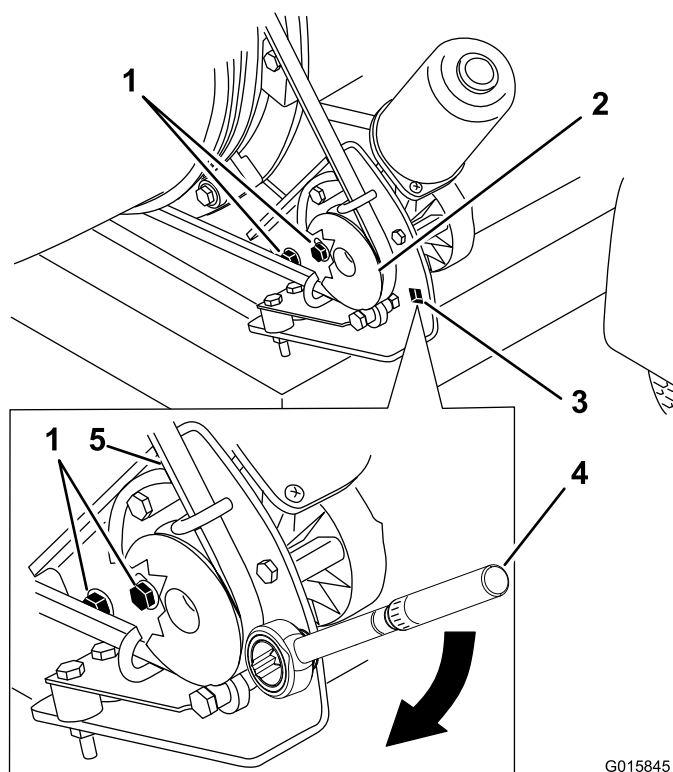

Figura 29
1. Allentate i bulloni che fissano la staffa di supporto della puleggia al telaio del soffiatore (Figura 29).
2. Posizionate una chiave torsionometrica nella staffa di supporto della puleggia (Figura 29).
3. Girare la staffa di supporto della puleggia allontanandola dall'ugello finché la chiave torsionometrica non registra un valore tra 22,6 e 26,0 Nm (Figura 29).